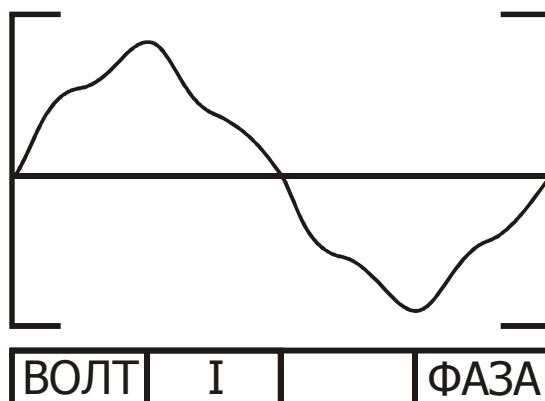

Рис. 35
3. Выберите пункт «**Графики**» и нажмите Enter. На дисплее будет выведен график формы сетевого напряжения (**рис. 35**):